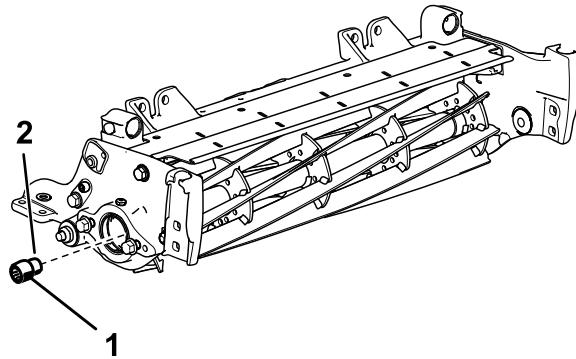

Figure 3
3. Retirez l'insert cannelé existant à chaque extrémité de l'arbre de cylindre à l'aide de l'outil spécial (réf. TOR4112 pour le cylindre de 12,7 cm et TOR4074 pour le cylindre de 17,8 cm). Voir Figure 3.